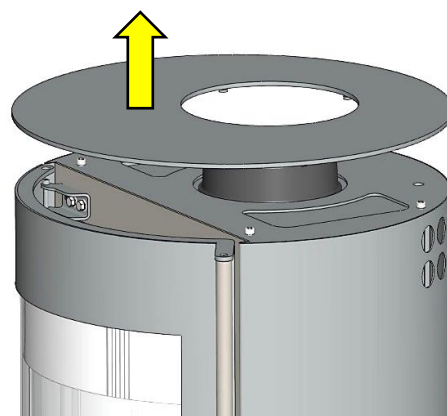

Fig. 6 : retirer le couvercle
1. Soulever le couvercle (en acier), positionné sans fixation sur la face supérieure du poêle, et le déposer sur un support résistant aux rayures (Fig. 6).